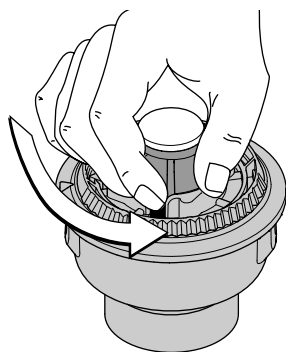

Fig. 23
Si le SpeedSpool^{MD} ne déroule pas le fil correctement, tirez fermement les extrémités du fil loin de la bobine (Fig. 23). Si cela ne suffit pas, suivez les instructions de *Nettoyage du SpeedSpool^{MD}*.
1. Tenez la bobine extérieure et dévissez le bouton de butée à gauche (Fig. 23).